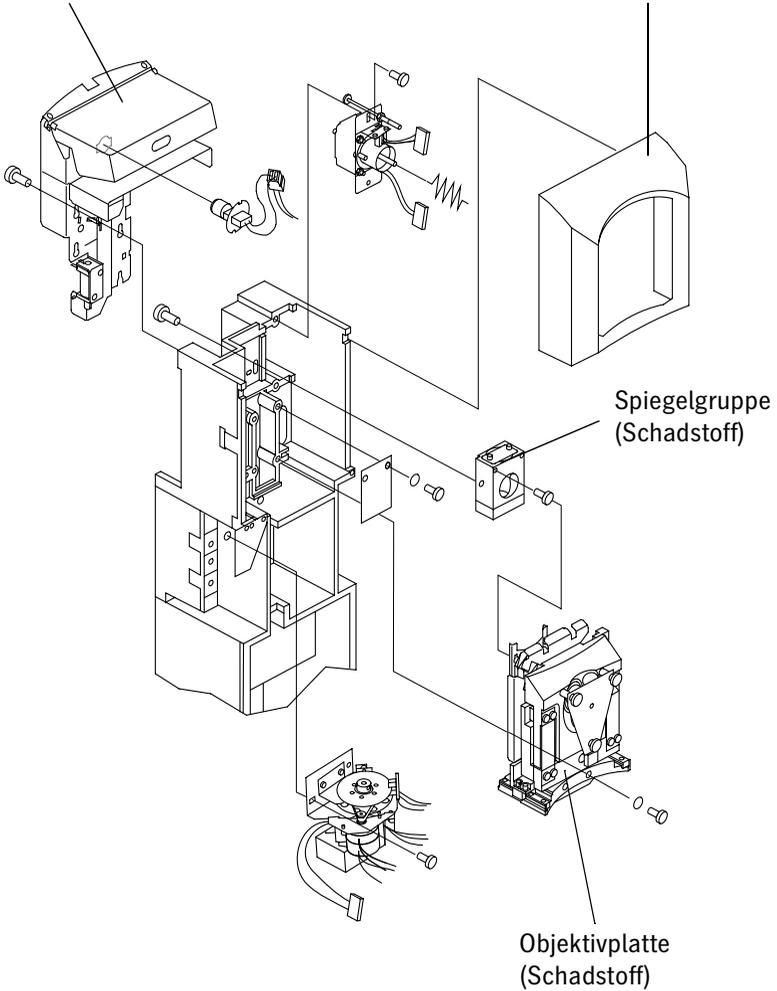

Bild 5
12. Beleuchtungseinheit abschrauben (2x) und aushaken	siehe Bild 5
13. Objektivplatte mit Spiegelgruppe abschrauben (je 2x)	siehe Bild 5